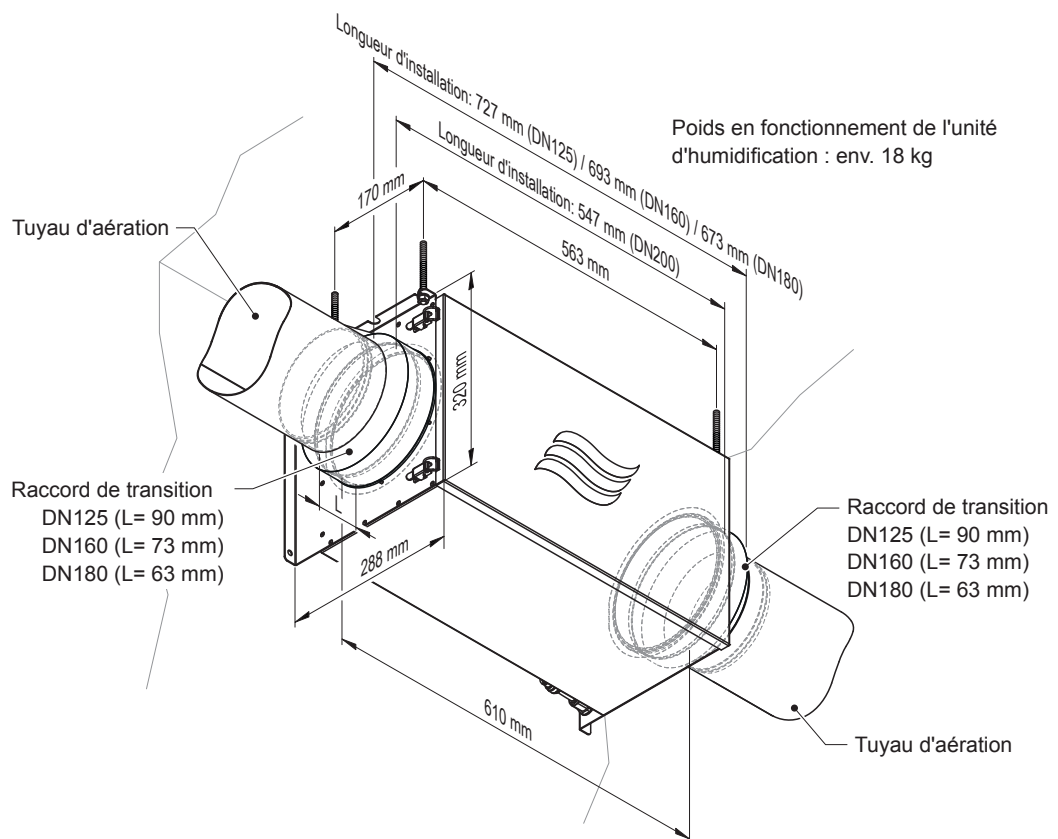
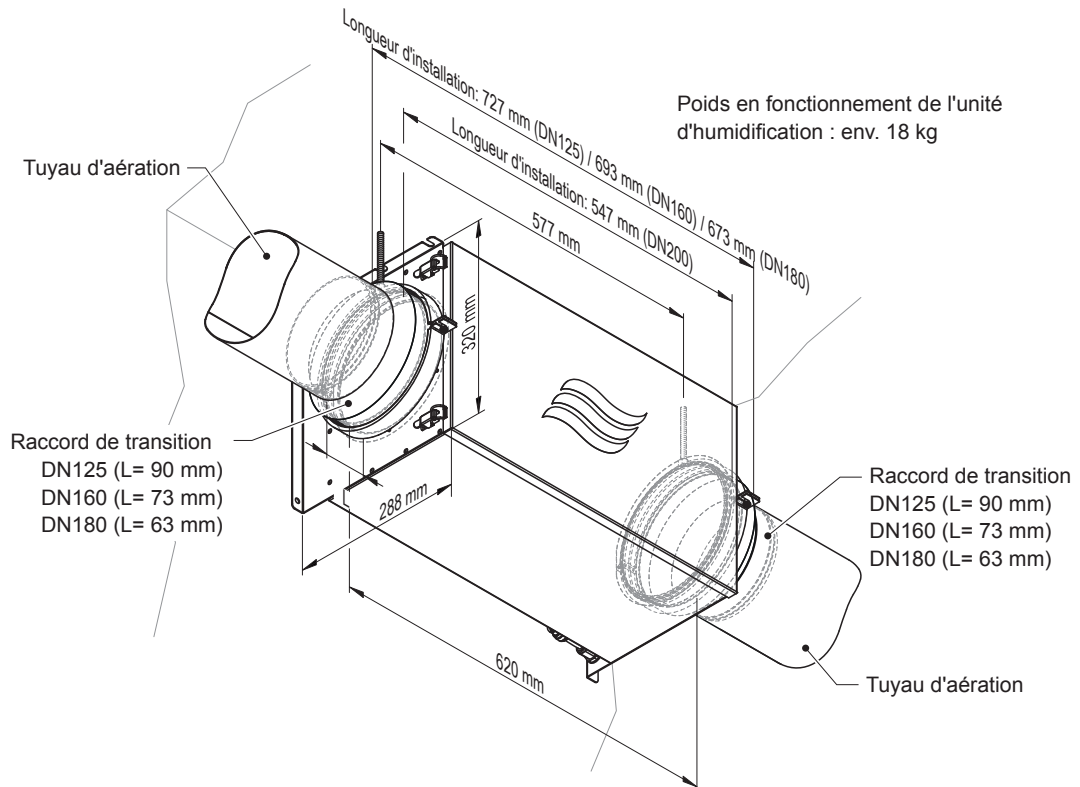
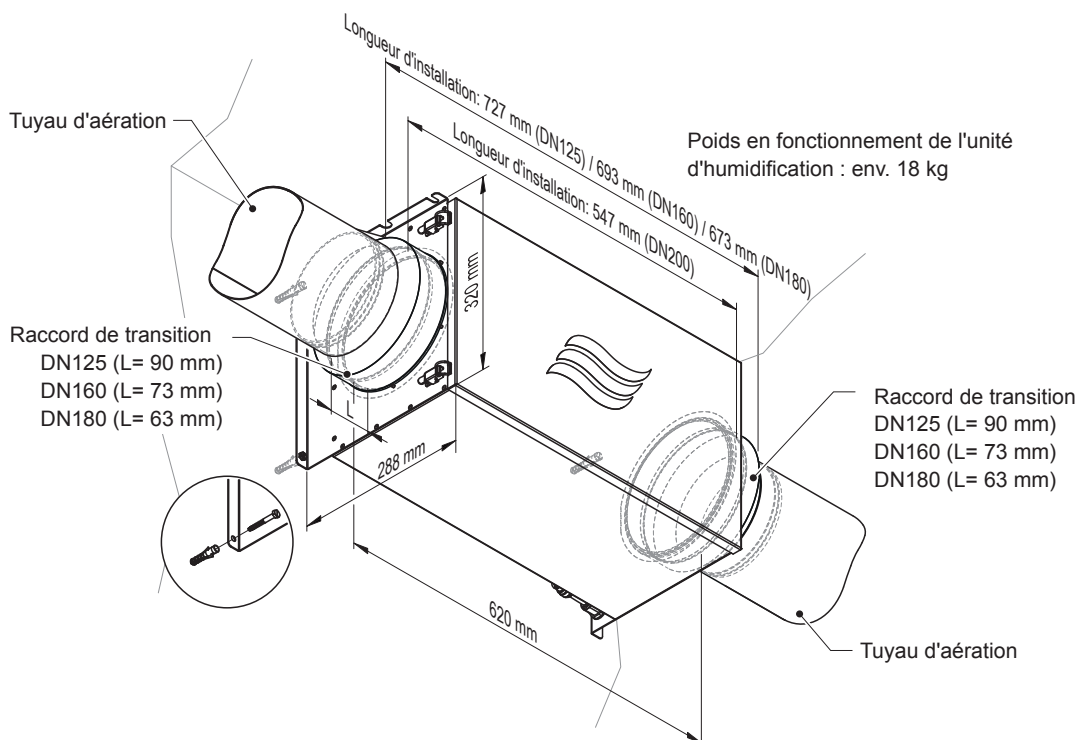

Fig. 3: Mesures montage au plafond avec tiges filetées
Fig. 4: Mesures montage au plafond avec colliers de serrage
Fig. 5: Mesures montage mural
- Le plafond/mur auquel l'unité d'humidification ou l'unité hydraulique est fixée doit présenter une résistance suffisante (voir Fig. 3, Fig. 4 et Fig. 5).
Montage au plafond avec tiges filetées : L'unité d'humidification est fixé au plafond à l'aide de quatre tiges filetées et d'écrous (voir *Fig. 3*). Le matériel de fixation n'est pas inclus dans la livraison.
Montage au plafond alternatif avec colliers de serrage : L'unité d'humidification est fixé au plafond à l'aide de deux colliers de serrage de $\varnothing 200$ mm (voir *Fig. 4*). Le matériel de fixation n'est pas inclus dans la livraison.
Montage mural : L'unité d'humidification est fixée au mur à l'aide de 4 chevilles et vis (fournis), voir *Fig. 5*.